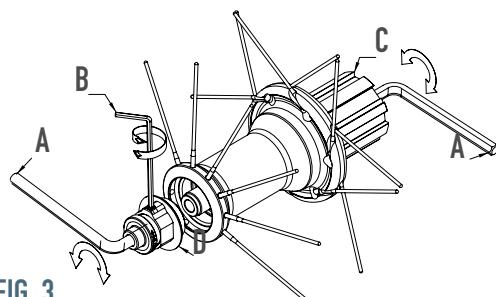

FIG. 3
- Inserite il perno nel corpo del mozzo facendo molta attenzione al corretto posizionamento dei cricchetti. e bloccate lo scontro mobile con coppia di chiusura pari a 15 Nm (Fig. 3).
• Allentate il grano (E) con una chiave a brugola da 2mm (B) (Fig. 3).
- Richiudete il grano (E).